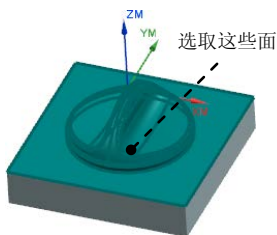

图 3.11 指定切削区域
Step2. 在图形区中选取图 3.11 所示的面 (共 28 个) 为切削区域, 然后单击“切削区域”对话框中的 **确定** 按钮, 系统返回到“深度加工轮廓”对话框。